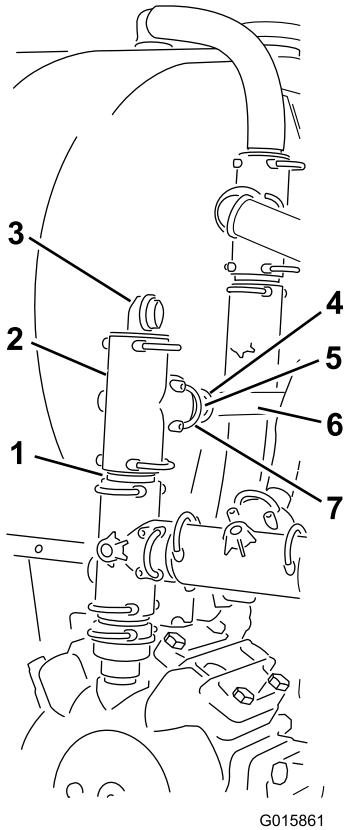

Bild 31
1. Entfernen Sie den Hauptzulaufschlauch von T-Stück und Umwälzungsventil (Bild 31).
4. Bringen Sie einen 90-Grad-Schlauchtülleanschluss am oberen Ende des T-Stücks an (Bild 31) und befestigen Sie ihn mit einem Gabelbolzen.
Hinweis: Richten Sie die Düsenklemme nach hinten aus (Bild 31).